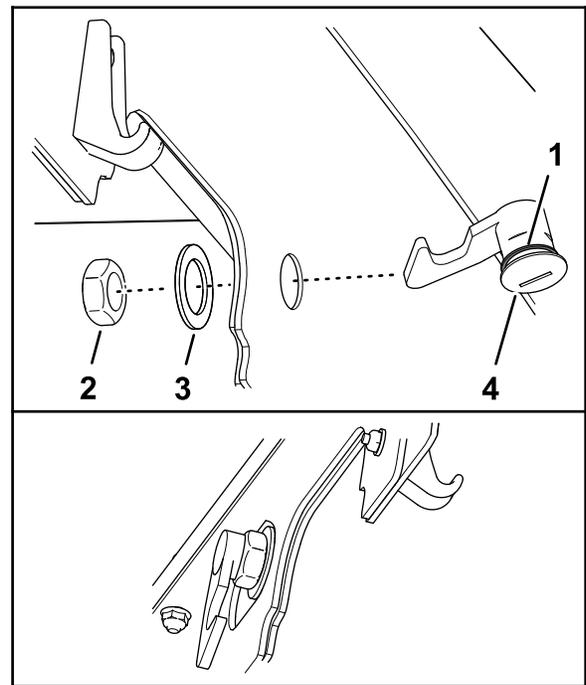

Рисунок 34
3. Подсоедините уплотнение к защелке капота (Рисунок 34).